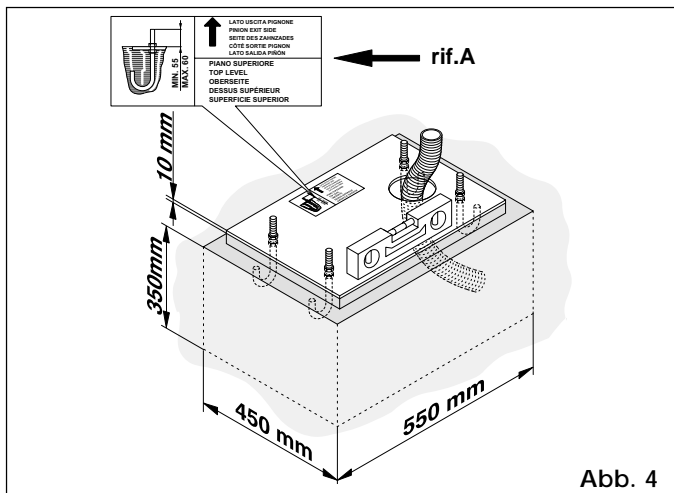

Abb. 4
- 1) Die Anbringung der Fundamentplatte muß nach Angaben von Abb. 4 erfolgen.
- 2) Die Fundamentplatte nach Angaben in Abb. 4 Pos. A einrichten.
- 3) Gründungspfahl gem. Abb. 4 herstellen und beim Einmauern der Fundamentplatte ein bzw. mehrere Schutzrohre zum Verlegen der elektrischen Kabel einziehen. Mit einer Wasserwaage die Ebenheit der Fundamentplatte überprüfen. Solange warten, bis der Zement abgebunden hat. una livella.